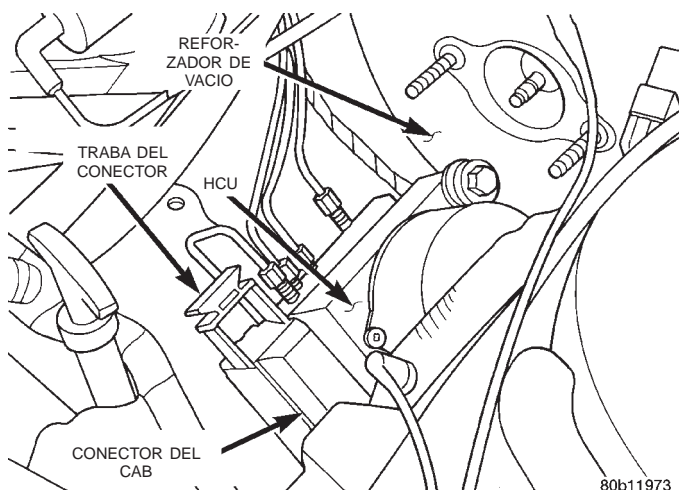

Fig. 24 Conector del CAB desbloqueado
(14) Desconecte del CAB el conector del mazo de cableado de 25 vías, usando el siguiente procedimiento. Tome con fuerza la traba del conector de 25 vías y tire de ella alejándola del conector todo lo posible (Fig. 24). Esto desbloquea y eleva el conector sacándolo del casquillo de acople del CAB.
(4) Instale el conector de 25 vías en el casquillo de acople del CAB. El conector se instala usando el siguiente procedimiento. Coloque el conector de 25 vías en el casquillo de acople del CAB y empujelo cuidadosamente hacia abajo hasta donde llegue. Cuando el conector esté asentado por completo en el casquillo de acople del CAB empuje dentro la traba del conector (Fig. 24) hasta donde llegue. Esto tirará del conector metiéndolo en el casquillo de acople del CAB y lo bloqueará en la posición de instalado.